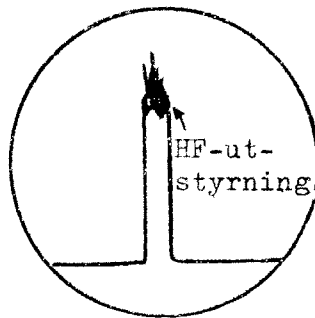

Bild 3.
11. Bild 3 visar den kurvform som normalt skall erhållas på oscilloskopet. Bilden kan variera något från fyr till fyr. Avsevärda avvikelser i vertikalled kan bero på dålig trimning av sändaren. Se pos D.30-39.
En bild enligt bild 3 skall erhållas.
29. Anslut provsladden till katoden på första röret i sändarens slutsteg och trimma C222 och C226 samt eftertrimma C219 till max amplitud på pulsen enligt bild 3.
33. Trimma med ratt 1 till max amplitud på pulsen enligt bild 3. Följ efter med ratt 2, så att avstämningen och kopplingen ligger så nära varandra som möjligt.
35. Trimma med ratt 3 till max amplitud på pulsen enligt bild 3. Följ efter med ratt 4.